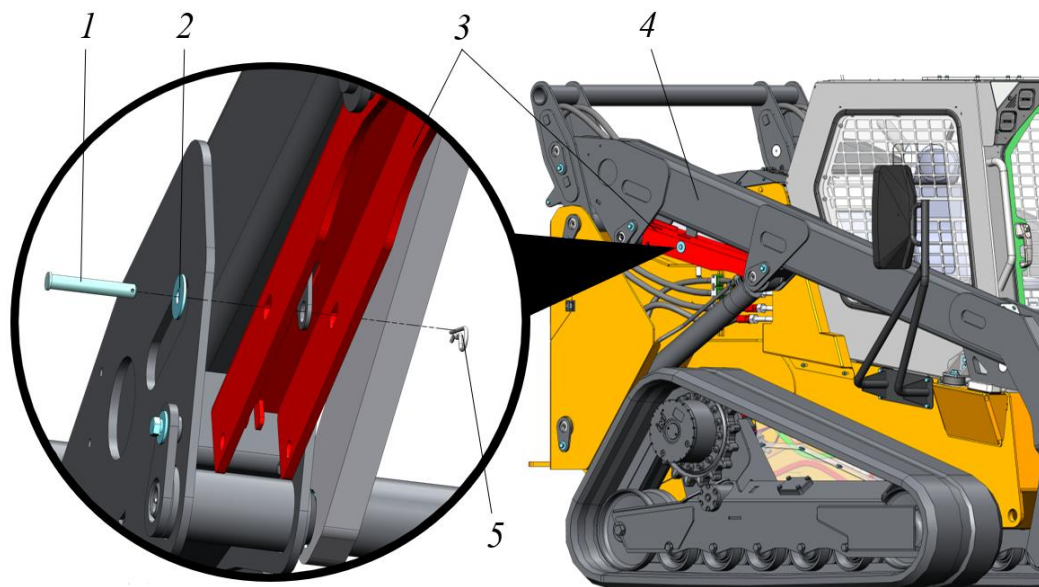

Рисунок 3.43. Закрепление блокиатора
- Зафиксировать блокиратор 3 на стреле 4 используя ось 1, шайбу 2 и шплинт 5, как показано на рис. 3.43.